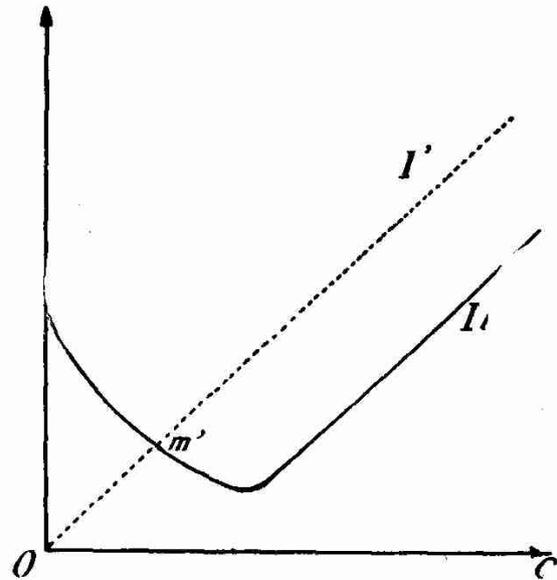

fig. 3
OM nous devons ajouter le courant MM' pour avoir le courant total I_t . Lorsque C varie de zéro à l'infini le courant I' représenté par MM' varie lui-même de zéro à l'infini ($I' = C\omega E$); le point M' décrit la demi-droite MY et le courant total passe par un minimum lorsque M' est en a . Bref, le courant total I_t est représenté en fonction de C par une courbe analogue à la courbe en trait plein de la fig. 3 alors que le courant I' est représenté par la droite OM' . On voit que si $I_t > I'$ la capacité utilisée est plus faible que celle qui est nécessaire pour satisfaire à la relation (1); elle est au contraire trop grande si $I_t < I'$.